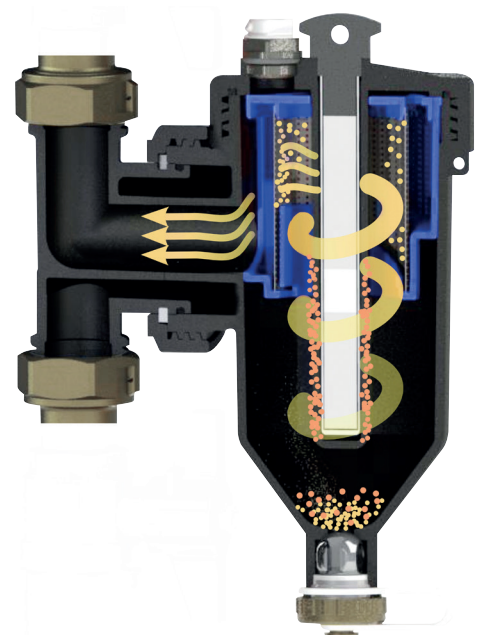

Abb. B3: mechanische Filtration
- **Mechanische Filtration:** Die noch nicht ausgefallenen Partikel werden durch das Filtergewebe (8) zurückgehalten (Abb. B3). Dank dieser Durchgänge durch die Vorrichtungen, setzt sich eine große Menge an Partikeln am Boden des Schlammabscheiders ab, so dass der Filter weniger Reinigungsaufwand hat und langsamer verstopft. Darüber hinaus wird in nur wenigen Schritten ein hoher Reinigungsgrad des Mediums erreicht.